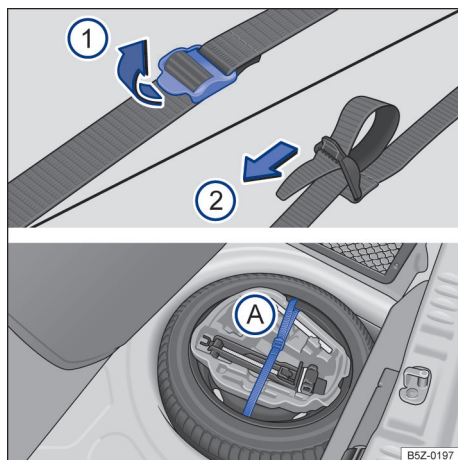

Fig. 113 No compartimento de bagagem: cinta de fixação da caixa de ferramentas e caixa de ferramentas de bordo.
- Para soltar a cinta de fixação → Fig. 113 (A), puxar a fivela no sentido da seta ①.